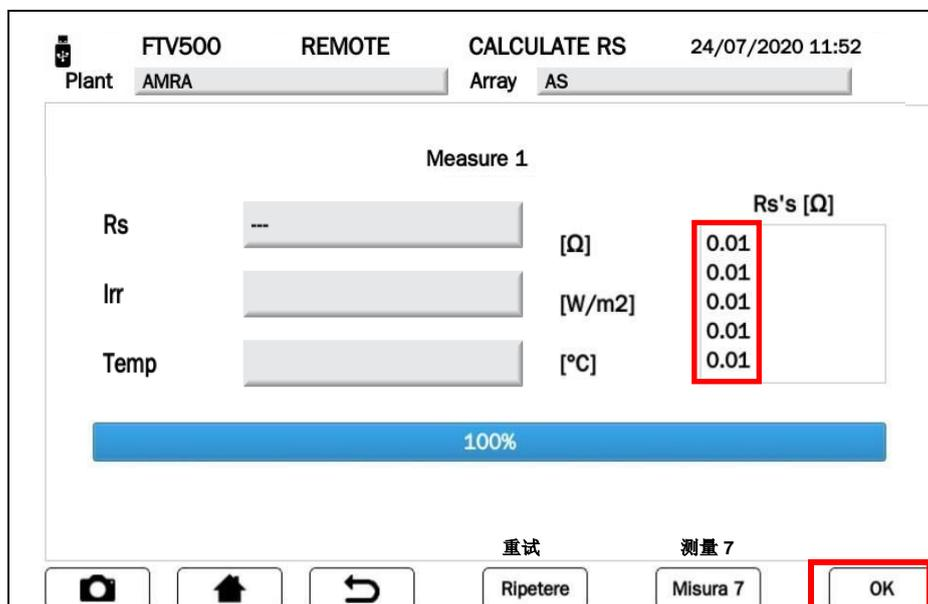

图 14.7.3-19 RS测量 “x”
- 注: 从测量 2 开始, 只有当结果在 "Rs's" 框内以 "Ω" 显示, 才会激活OK键(参见图14.7.3-19), 按下该键后会自